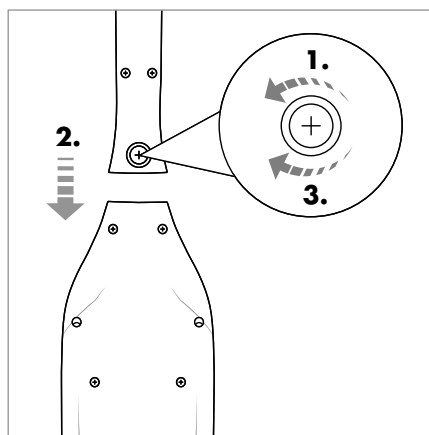

Fig. 2
- 1) Allentare la vite 13 sul retro del manico 12 con un cacciavite a croce in senso antiorario. Estrarre la vite 13 attraverso l'apertura per vite del manico 12 (Fig. 2).
- 2) Applicare il manico 12 al suo supporto sull'apparecchio. Spingere completamente il manico 12 sul suo supporto finché non si innesta saldamente nell'apparecchio (Fig. 2).
- 3) Reinserire la vite 13 nell'apertura per vite del lato posteriore del manico 12. Stringere la vite 13 in senso orario con un cacciavite a croce (Fig. 2).